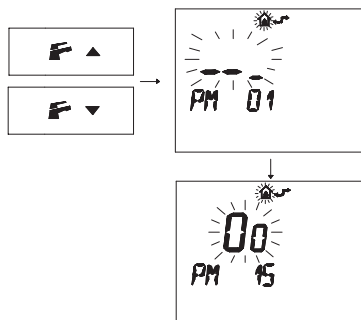

Figura 5.12
- Premere i pulsanti  o  per visualizzare la programmazione "PM15" abilitazione della sonda esterna (Figura 5.12).